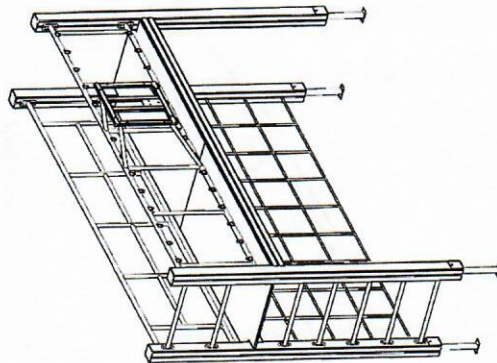

Рис. 6
4. Закрепить металлические рамы (над полом расстояние 80мм) к столбам сантех саморезами 80 + шайба + колпачок (рис. 6).